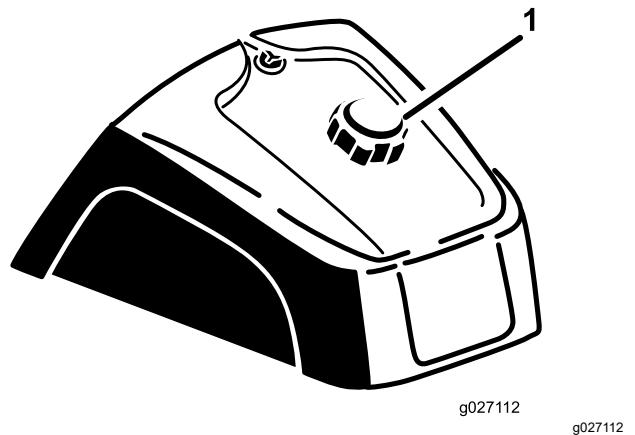

Figura 16
- Limpe a zona em torno do tampão do depósito de combustível (Figura 16).